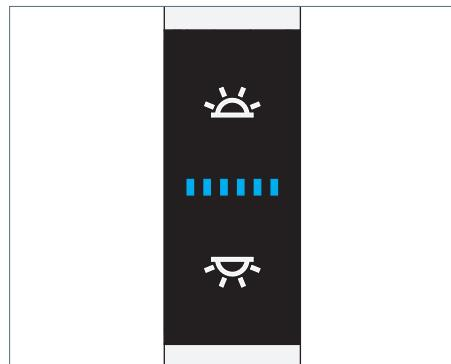

Fig. 10: Elemento di comando
- ▶ Premere il tasto superiore, vedi Fig. 10.
- ▶ Premere il tasto inferiore, vedi Fig. 10.
- ▶ Premere il tasto inferiore e tenerlo premuto, vedi Fig. 10.
- ▶ Premere il tasto superiore e tenerlo premuto per almeno un secondo, vedi Fig. 10.
- ▶ Premere il tasto superiore e tenerlo premuto per almeno un secondo o spegnere e accendere di nuovo VTL, vedi Fig. 10.